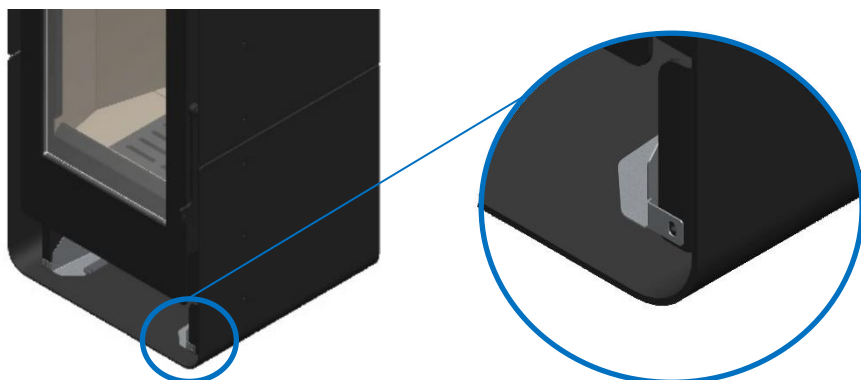

Figura 39 - Montaggio del kit di ventilazione sulla stufa Tek Round Eco
* Quindi, posizionare il kit di ventilazione sull'unità, facendo coincidere il suo foro con quello della stufa, Figura 39;